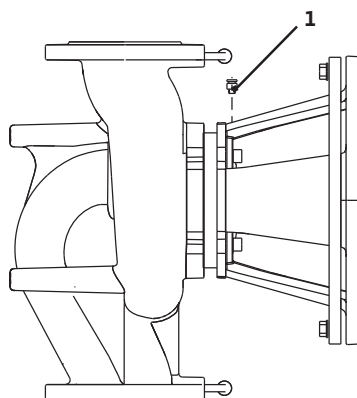

Fig. 40: Odzračevalni ventil
- Črpalke odzračite s popuščanjem odzračevalnih ventilov (Fig. 40, poz. 1). Suhi tek uniči drsno obročno tesnilo črpalke. Senzorja diferenčnega tlaka se ne sme odzračevati (nevarnost uničenja).